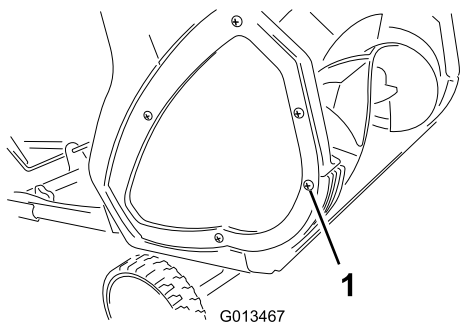
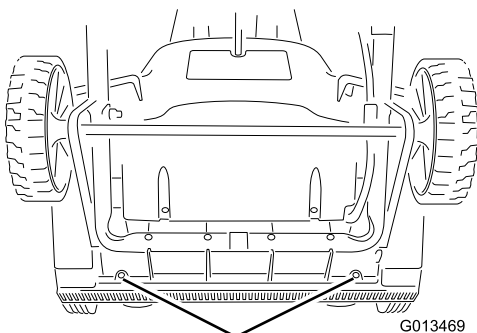

Рисунок 13
Рисунок 14
1. Отверните по одному винту с каждой стороны пластины крепления скребка (Рисунок 13) и 2 винта крепления скребка к машине из-под нижней части машины (Рисунок 14).